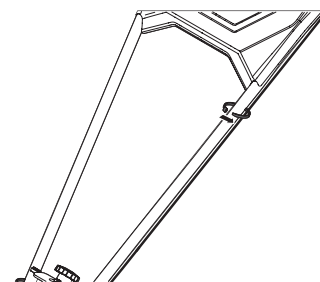

Figura 10
4. Asegure el cable al manillar izquierdo con un precinto, justo debajo del panel de la manija. Consulte la Figura 10.